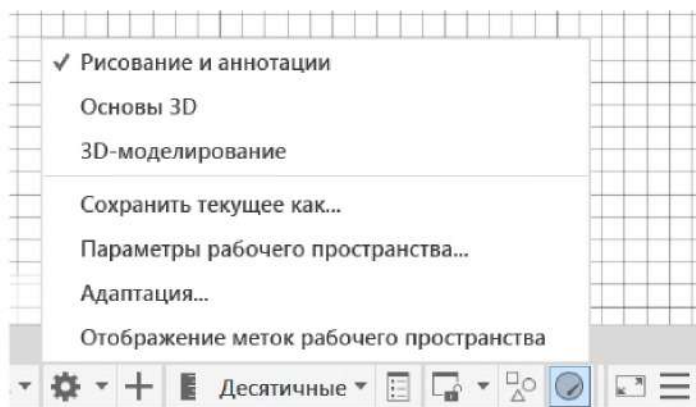

Рисунок 1.30. Выбор рабочего пространства через статусную строку
10.2. Строку состояния (режимов), которая находится внизу графического экрана, нажав на кнопку в виде шарнира (рисунок 1.30).